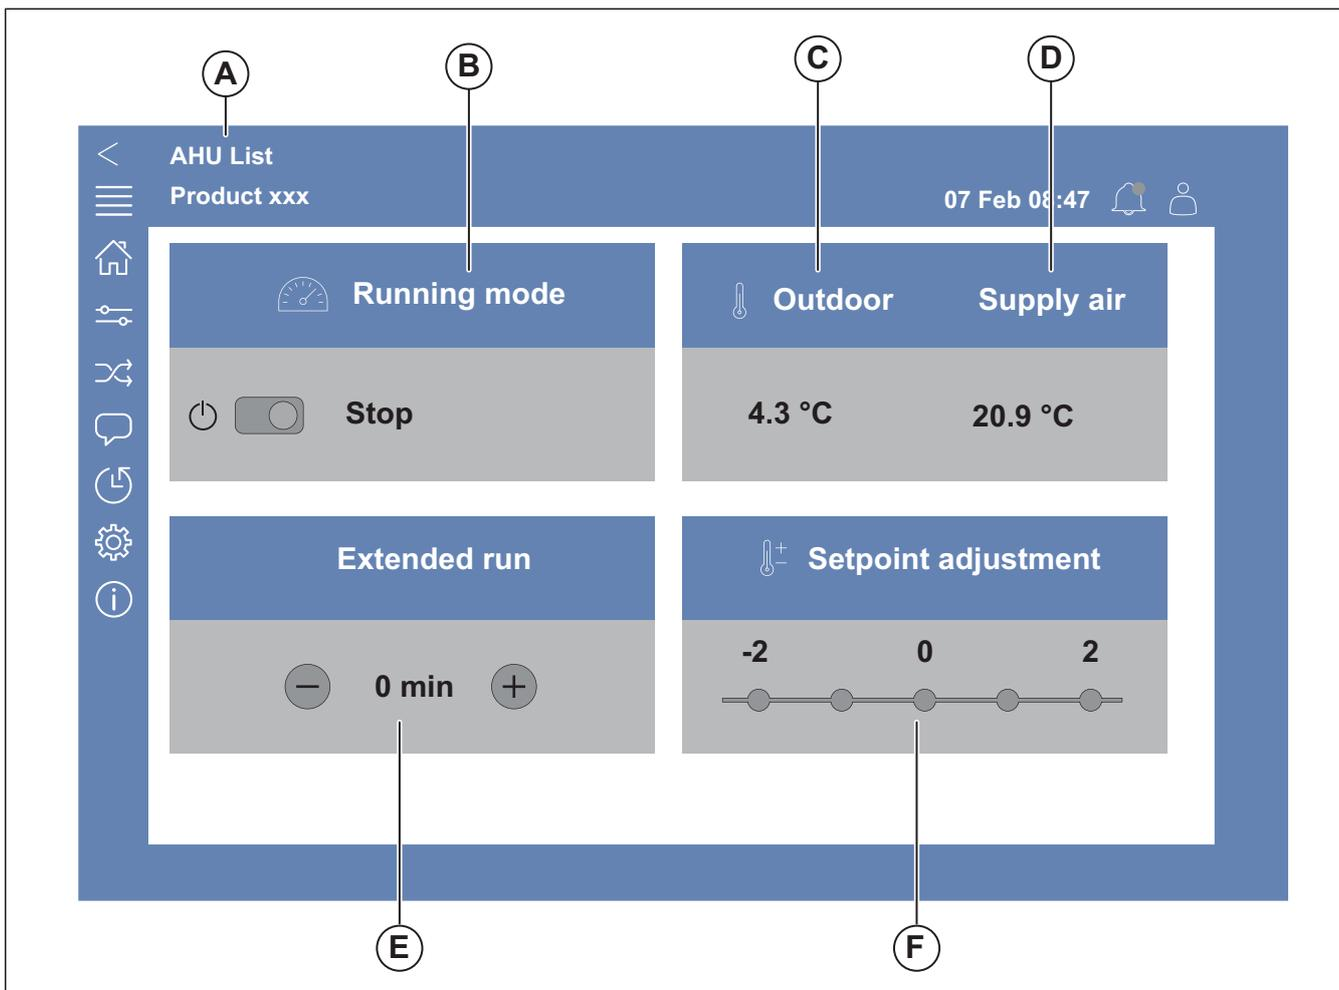

Fig. 1 Homepage
- Premere la lista UTA (A), consultare Fig. 1 Homepage i prodotti disponibili sono visualizzati sullo schermo.